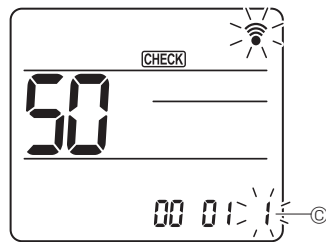

Fig. 6-17
- ④ Գարգավորման համարի ընտրություն
Սեղմեք [] կոճակը՝ փոխելու համար կարգավորման համարը ⑥: (Fig. 6-17)